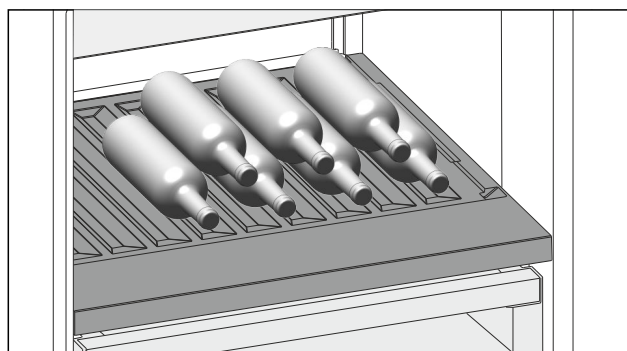

Fig. 115
- Поставяйте бутилките с дъното назад към задната стена. (виж Fig. 115)